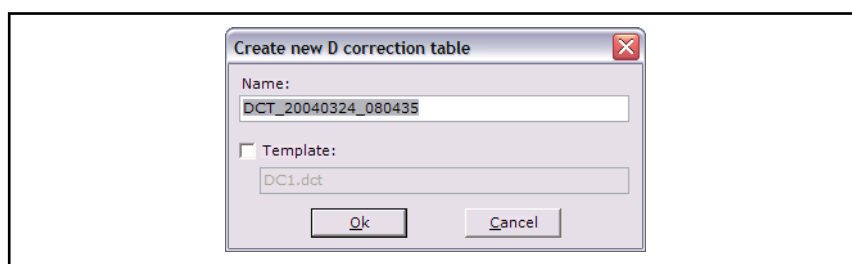

Fig. 6-31: Dialogue pour la création d'un nouveau tableau de corrections D
Une boîte de dialogue s'ouvre (voir Fig. 6-31 " Dialogue pour la création d'un nouveau tableau de corrections D" à la page 181) pour la création d'un nouveau tableau de corrections D (continuer avec le point 3).
Une boîte de dialogue s'ouvre pour la création d'un nouveau tableau de corrections D (voir Fig. 6-31 " Dialogue pour la création d'un nouveau tableau de corrections D" à la page 181).
1. Ouvrir le dialogue **Nouveau** (voir Fig. 6-31 " Dialogue pour la création d'un nouveau tableau de corrections D" à la page 181), comme décrit ci-dessus.